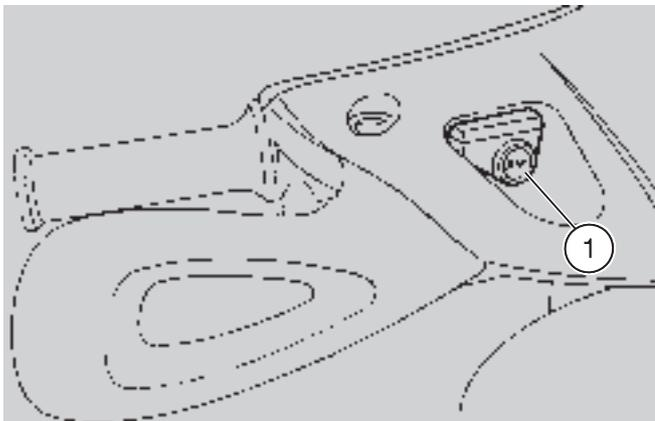

Abb. 15
- ◆ Das Fahrzeug neigen, damit die im Behälter vorhandene Flüssigkeit parallel zu der auf dem Schauglas (1-Abb. 15) angezeigten "**MIN**"-Markierung liegt.
- ◆ Bremsflüssigkeitsbehälter bis zur kompletten Abdeckung des Schauglases (1-Abb. 15) mit frischer Bremsflüssigkeit auffüllen, siehe Seite 81 (EMPFOHLENE SCHMIERSTOFFE).